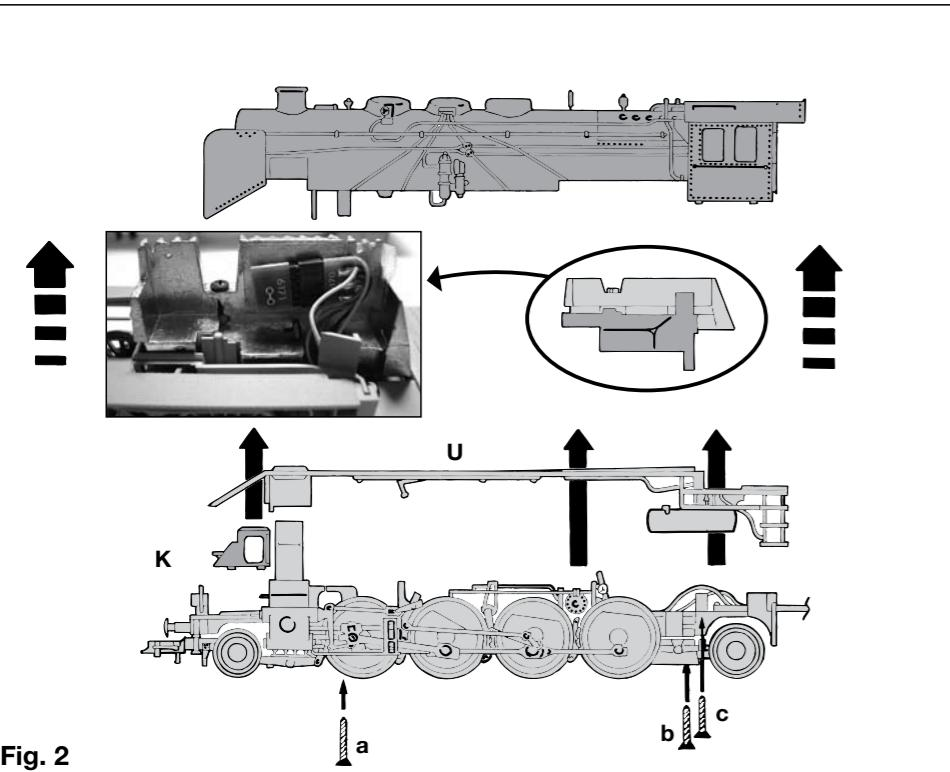

Fig. 2
**Het demonteren** van de lok alleen voor het verwisselen van het lampje en inbouwen van een DECODER noodzakelijk. Schroeven a, b en c losdraaien. Lokhuur loodrech naar boven losnemen (fig. 2).
**Reservegloeilampje 6535.** **Inbouwen van een DECODER:** De DECODER (DCC: 6876, nieuw : 687401, TWIN: 6846) kan aan de 6-polige adapter van de NEM locmotief (zie Fig. 2) gemonteerd worden. Bij het inbouwen a.u.b. de handleiding van de DECODER raad plegen. De overbruggingsstekker eruit halen en de 6-polige stekker van de DECODER zo in de adapter steken, dat de markeringen »1« zich aan dezelfde zijde bevinden. De draden met dezelfde kleuren van zowel decoder als adapter vormen dan een doorgaande verbinding.
**L'apertura** della locomotiva si richiede solo per il cambio delle lampade e montaggio di un DECODER. Rimuovere le viti a, b e c. Sfilare il mantello verticalmente verso l'alto (fig. 2).
**Montaggio di un DECODER:** Sul peso (vedi Fig. 2) può essere installare un DECODER (DCC: 6876, nuovo : 687401, TWIN: 6846) NEM 651 a 6 poli. Prima di procedere al montaggio, consultare il manuale di funzionamento del DECODER rispettivamente.
**Opening the loco:** It is only necessary to change the bulb and to install a DECODER (DCC/TWIN). Remove screws **a**, **b** and **c**. Lift the loco body upwards (fig. 2).
**Installation of a DECODER:** At the loco weight shown in Fig. 2 a DECODER (DCC: 6876, neu: 687401/TWIN: 6846) with 6-pole interface can be mounted. Refer to the respective operating instructions of the decoders for details. To install the decoder, remove the jumper plug from the loco's interface and plug in the decoder's connector. Here, take care that the lines marked "1" are on the same side and the lines have the same colour-code.
**Modèle :** Locomotive pour trains de voyageurs BR 390-2 (pr. P 10). Entre 1922 et 1927, 260 locomotives de la série prusienne P 10 furent livrées à la Deutsche Reichsbahn Gesellschaft (DRG). Désignée BR 390-2 à la DRG, elle fut construite par les Firmes Borsig, Henschel au même temps que d'autres constructeurs allemands de locomotives. Du Type 1'D1'h3, série P 46.19, la locomotive présentait une charge d'adhérence de 75 Mp. D'une puissance de 1620 CV, la locomotive atteignait 110 km/h en marche avant pour 50 km/h en marche arrière. A l'origine destinée au service de train rapides lourds, elle fut affectée par après à la traction de trains directs voyageurs. Elle fut maintenu en service à la Deutschen Bundesbahn (DB) jusqu'en 1967. Une locomotive se trouve dans le Musée des Usines Hofmann-Linke-Busch, tandis qu'une deuxième est exposée, après restauration, au Musée des Communications de Nürnberg.
**La locomotive** ne doit être ouverte que pour le remplacement de l'ampoule ou pour l'installation d'un DECODER (DCC/TWIN). Dévisser les vis **a**, **b** et **c**. Retirer la carrosserie en tirant vers le haut (fig. 2).
**Montage d'un DECODER (DCC/TWIN) :** Voir Fig. 2 pour monter un DECODER (DCC: 6876, nouveau : 687401/TWIN : 6846) avec interface à 6 pôles. Pour le montage, se référer au mode d'emploi du DECODER. Extraire la fiche de pontage et brancher la fiche à 6 pôles du DECODER en veillant à ce que les repères »1» soient du même côté. (Les fils en couleur de DECODER et du connecteur forment en suite une liaison continue).